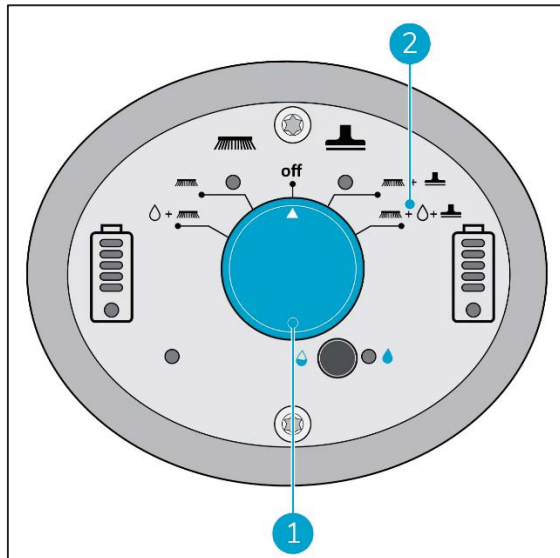

Figure 22
2. Utilisez l'interrupteur principal de l'i-mop® XXL Plus (Figure 22, pos 1) et sélectionnez le MODE 4 Brosse + Eau / Solution de nettoyage + Aspiration à sec (Figure 22, pos 2).